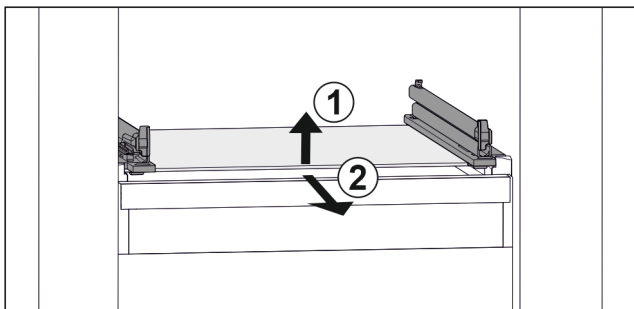

Fig. 59 Simbolična slika steklene plošče
- Stekleno ploščo dvignite v smeri naprej. Fig. 59 (1)
- Stekleno ploščo odstranite v smeri naprej. Fig. 59 (2)